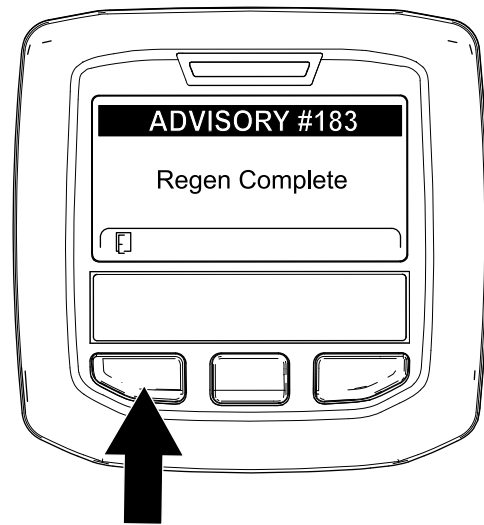

Figura 63
- Cuando el ordenador del motor finaliza una regeneración con la máquina aparcada o una regeneración de recuperación, el InfoCenter muestra ADVISORY #183 (Aviso n.º 183) (Figura 63). Pulse el botón de la izquierda para salir a la pantalla de inicio.
Nota: Si la regeneración no se realiza correctamente, el InfoCenter muestra Advisory #184 (Aviso n.º 184) (Figura 63). Pulse el botón de la izquierda para salir a la pantalla de inicio.